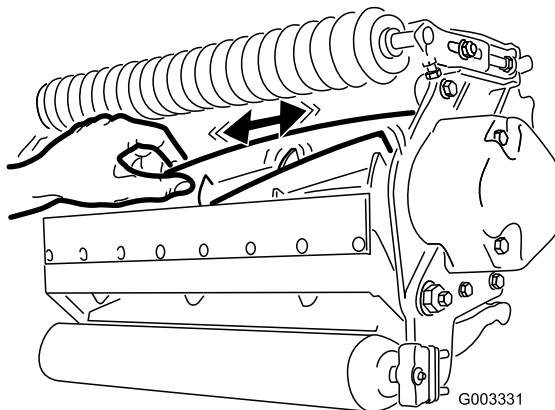

图 31
2. ポロ布を厚く巻くか丈夫なパッドのついた手袋をして、カッティングユニットの刃の部分をつかみ、リールを左右に揺すってガタがあるかどうかを調べる（図 31）。